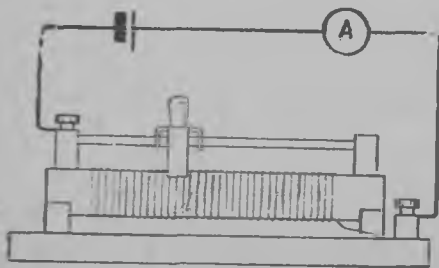

Рис. 59.
13. Электрической токан цепних (рис. 59) он ухтетту реостатта скользайшой контактан ке. Озуттуу стрелкой, куй маткуау токка реостатас.